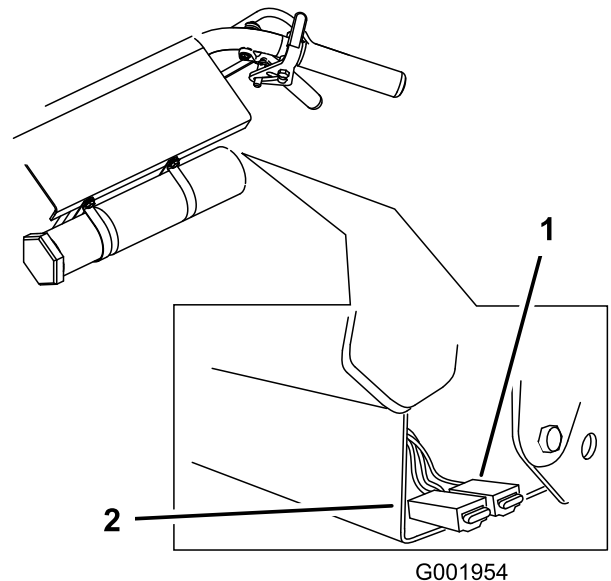

**Figure 41**
4. Quand la batterie est chargée au maximum, débranchez le chargeur de la prise, puis débranchez les fils du chargeur des bornes de la batterie (Figure 41).